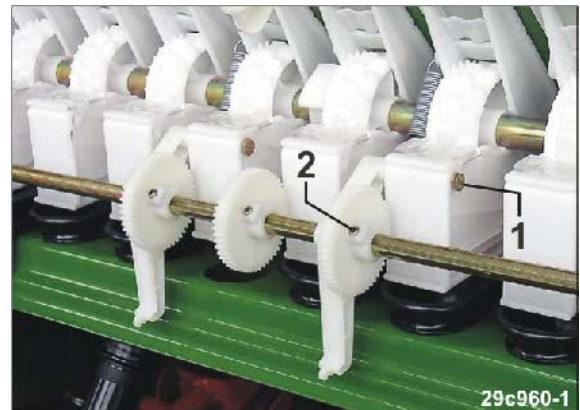

図 229
6. ねじ (図 229/1) を取り外します。
7. ねじ (図 229/2) を外します。